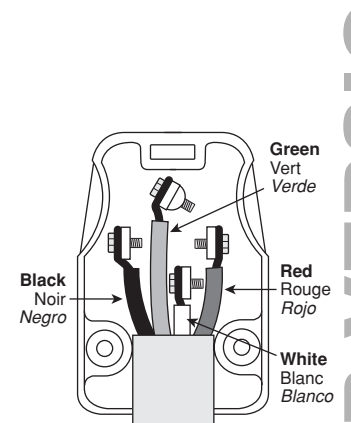

FIG. 5
7. Insert blades into their proper slots in plug face, as shown in **Fig. 5**, with white (neutral) conductor in bottom slot, the red and black conductors in the center slots and the green conductor in the U-shaped slot. Recheck tightness of terminal screws. Make sure there are no stray strands on any terminal connection.
7. Insérer les lames dans leurs fentes respectives (**figure 5**) en mettant le conducteur blanc (neutre) dans celle du bas, les conducteurs rouge et noir dans celles du centre et le fil vert dans celle du dessus, en forme de « U ». Vérifier de nouveau le serrement des bornes. S'assurer qu'aucun brin ne dépasse des connexions.
7. Inserte las cuchillas en las ranuras respectivas en la cara de la clavija como se muestra en la **Fig. 5**, con el conductor blanco (neutro) en la ranura de la base, los conductores rojo y negro en el centro de las ranuras y el conductor verde en la ranura de arriba en forma de U. Revise que los tornillos terminales estén bien apretados. Asegúrese que no haya hilos sueltos en las conexiones terminales.